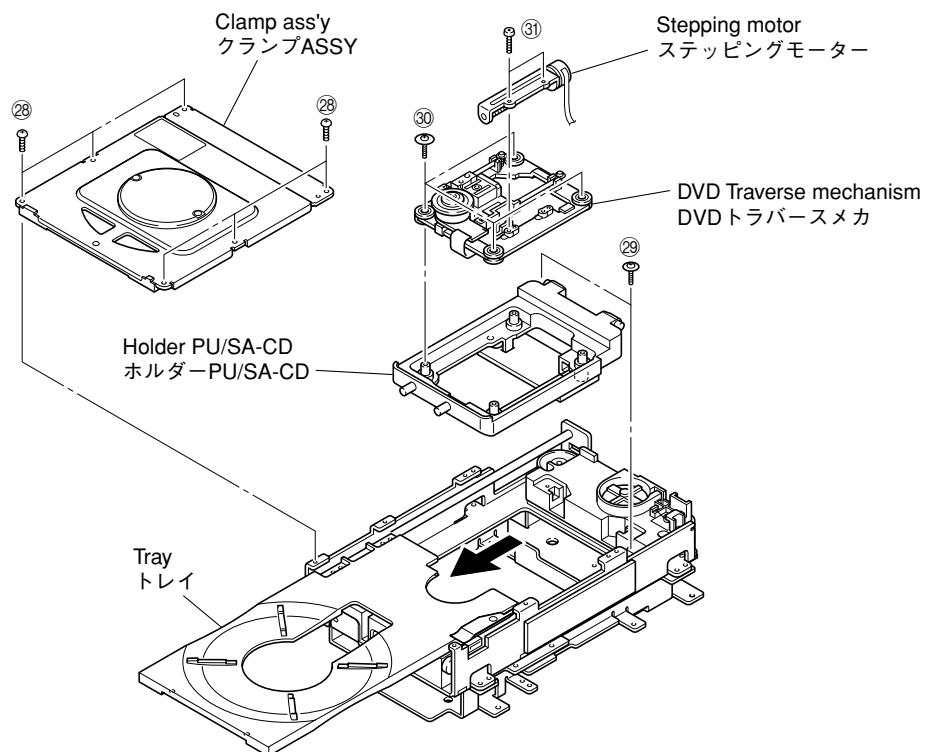

Fig. 10
- a. Remove 6 screws (②⑧) and then remove the clamp ass'y. (Fig. 10)
- b. Push out the tray by pushing its rear. (Fig. 10)
- c. Remove 2 screws (②⑨). (Fig. 10)
- d. Remove the DVD traverse mechanism together with the holder PU/SA-CD. (Fig. 10)
- e. Remove 4 screws (③⑩) and then remove the DVD traverse mechanism. (Fig. 10)
- f. Remove 2 screws (③⑪) and then remove the stepping motor. (Fig. 10)
- a. ②⑧のネジ6本を外し、クランプASSYを取り外します。 (Fig. 10)
- b. トレイの後方を押し、トレイを押し出します。 (Fig. 10)
- c. ②⑨のネジ2本を外します。 (Fig. 10)
- d. DVD トラバースメカをホルダーPU/SA-CDと一緒に取り外します。 (Fig. 10)
- e. ③⑩のネジ4本を外し、DVD トラバースメカを取り外します。 (Fig. 10)
- f. ③⑪のネジ2本を外し、ステッピングモーターを取り外します。 (Fig. 10)